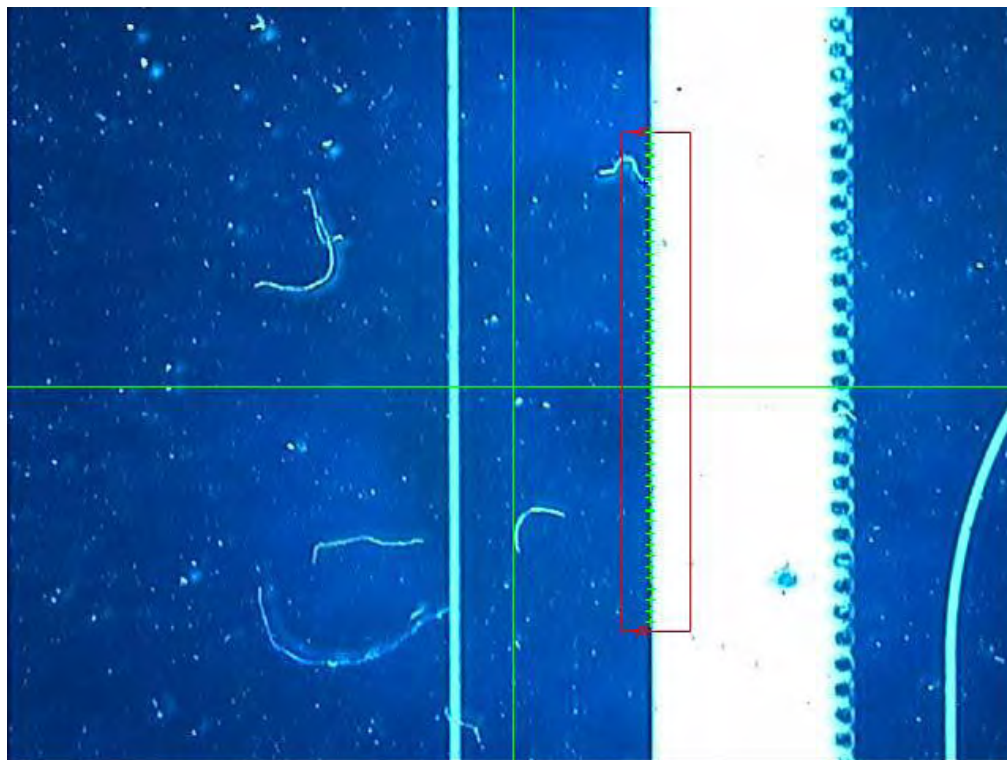

Figure 3-8
- II. Cliquer avec le bouton gauche de la souris lorsque le curseur se trouve à proximité de la ligne souhaitée et déplacer le curseur à l'autre bout de la ligne, puis cliquer à nouveau avec le bouton gauche. Déplacer le curseur de l'autre côté de la ligne et cliquer. Un rectangle apparaît comme dans la Figure 3-8.